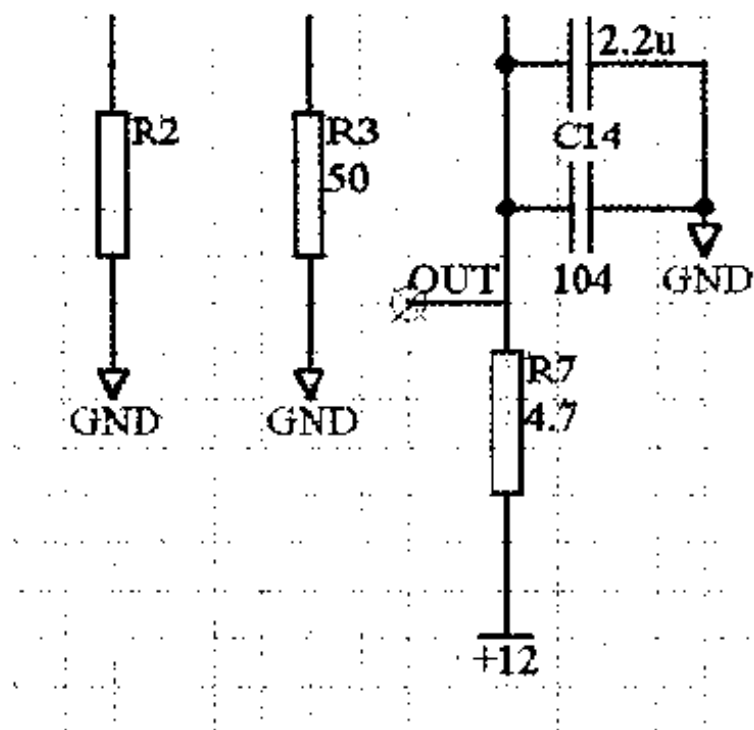

图 2-60 在原理图中放置红色的错误符号
(9) 在报告文件中列出了原理图中的警告性错误,在工作窗口中单击 Sheet1.Sch 标签,切换到原理图中,可以看到在发生错误的地方放置了红色的符号,如图 2-60 所示。